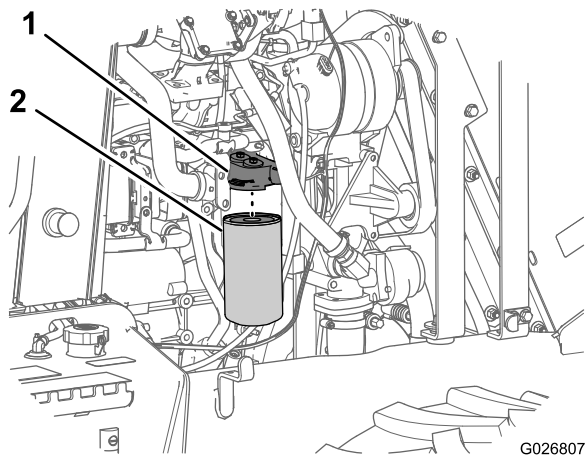

Figura 71
2. Collocate una piccola bacinella di spurgo sotto il filtro dell'olio (Figura 71).
3. Ruotate il filtro dell'olio a sinistra e rimuovetelo (Figura 71).
7. Allineate il nuovo filtro dell'olio con la testa del filtro dell'olio e ruotatelo a destra fino a che la guarnizione del filtro viene a contatto con la testa (Figura 71).
8. Serrate a mano il filtro dell'olio da 3/4 di giro a 1 giro completo aggiuntivo (Figura 71).